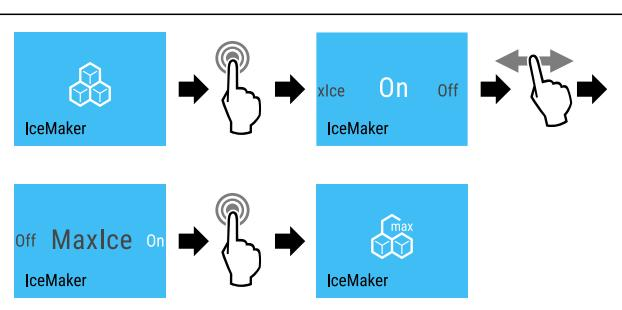

Fig. 18
- Изпълнете стъпките (виж Fig. 18).